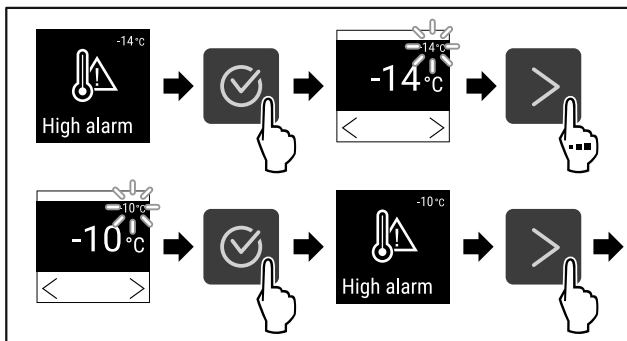

Fig. 99
- ▶ Udfør handlingstrinene (se Fig. 99) .